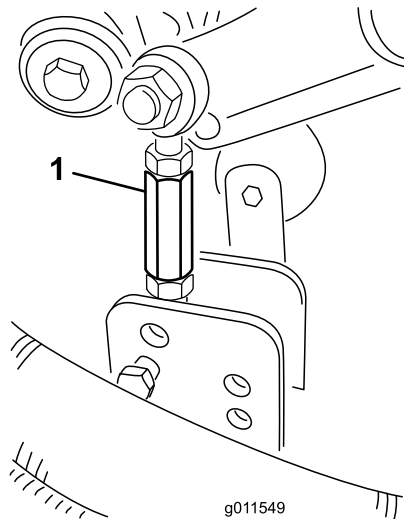

Bild 5
- Entfernen Sie den Splint und Lastösenbolzen, mit denen der Schnitthöhenlenker an der Schnitthöhenhalterung am Mähwerk befestigt ist (Bild 5).